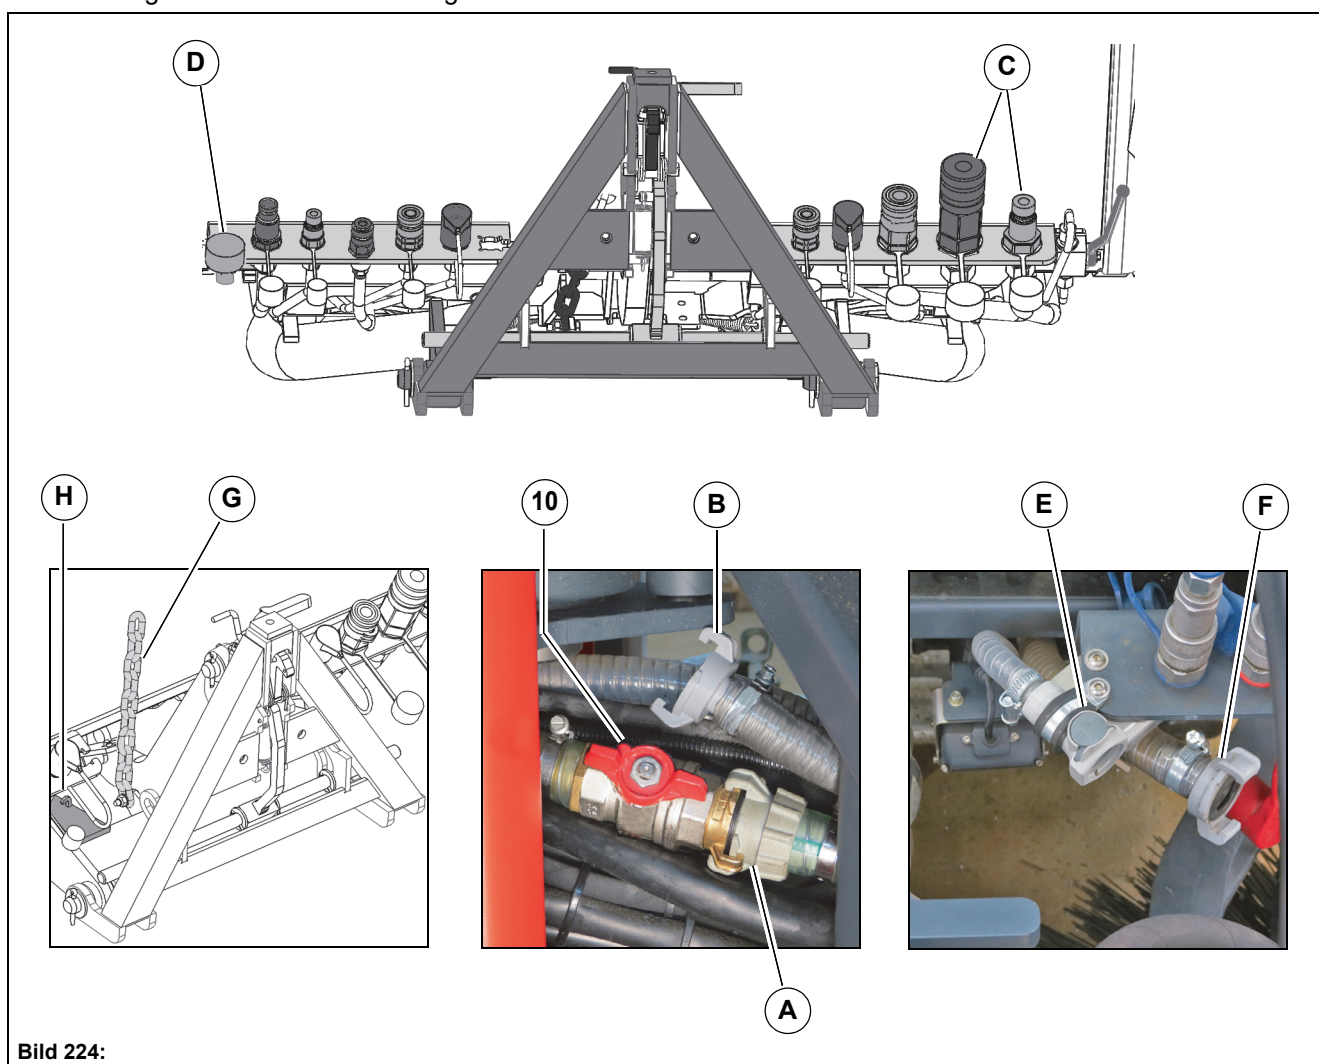

Bild 224:
7. Ta bort sopsugsystemets cirkulationsvattenslang **Bild 224-A** från kulkranen.
8. Montera skurdäckets gulmarkerade cirkulationsvattenslang **Bild 224-B** (vridkoppling).
- Hydraulmotorer skurdäck – matning/retur = **Bild 224-C**
- 19-polig kodningskontakt = **Bild 224-D**
- Färskvattenkoppling (instickskoppling) = **Bild 224-E**
- Cirkulationsvattenkoppling (vridkoppling) = **Bild 224-F**.
10. Fäst kedjan **Bild 224-G** i parkeringsläge på haken **Bild 224-H**.